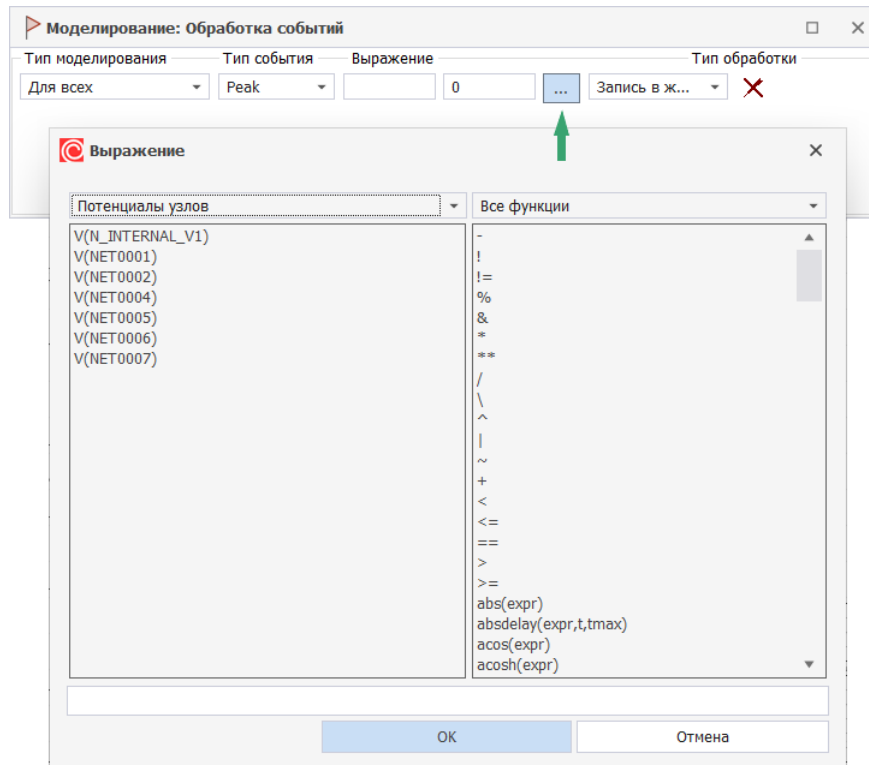

Рис. 191 Выбор выражения
4. Выберите Выражение V(NET0004), см. Рис. 191